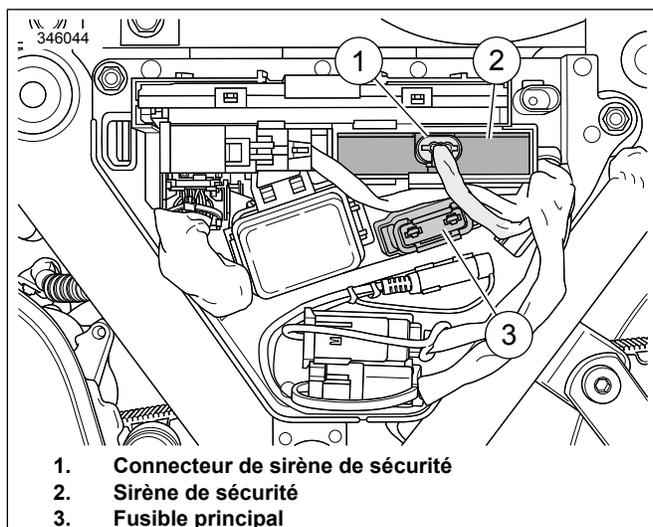

Figure 19. Touring et Trike 2014 et ultérieurs
4. Voir la figure 19. Retirer le fusible principal (3).
5. Installer la sirène de sécurité (2).
6. Brancher le connecteur de la sirène de sécurité (1).
7. Poser le fusible principal (3).